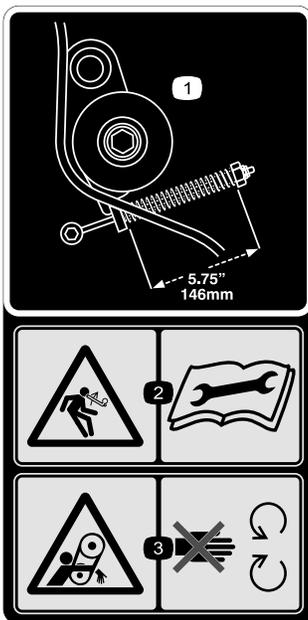

Figure 33
- Vérifiez que la tension de la courroie est correcte en comprimant le ressort de tension à 146 mm ; voir Figure 33.